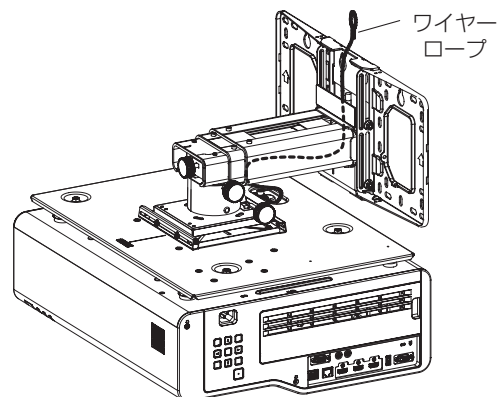

図 5
- 5) ワイヤロープをアームの中に通し、壁掛取付金具本体の上部に引き出す (図 5)